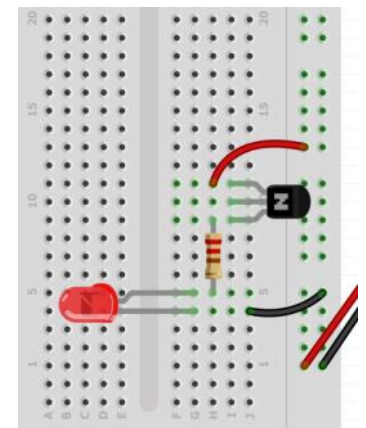

Abb. 4: Schaltung mit NPN-Transistor.
3. Setzen Sie nun statt der beiden Dioden einen Transistor ein. Verwenden Sie einen NPN-Transistor (z.B. Typ BC547). Setzen Sie den Transistor mit der abgeflachten Seite nach links ein (Abb. 4). Was macht die LED?